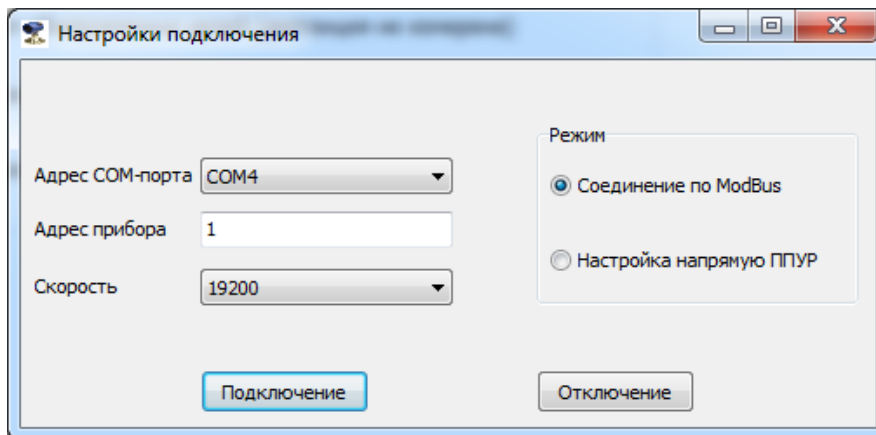

Рис.13 - Настройки подключения.
7.1.2 Запустить на ПК программу «Монитор Взлет РУ». Появится окно «**Настройки подключения**» (рис.13), в котором необходимо установить:
В этом случае следует нажать кнопку «**Отключение**» (закрыть канал связи) в окне «**Настройки подключения**» (рис.13), проверить электрические подключения к ПК и уровнемеру, а также корректность значений параметров связи. Особое внимание обратить на параметры: **Адрес СОМ-порта, Адрес прибора, Скорость.**